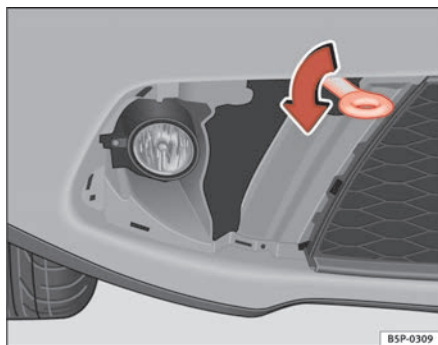

Abb. 206 Einschrauben der Abschleppöse
- Die Abschleppöse nach *links* in die vom Pfeil gezeigten Richtung einschrauben ⇒ Abb. 206.